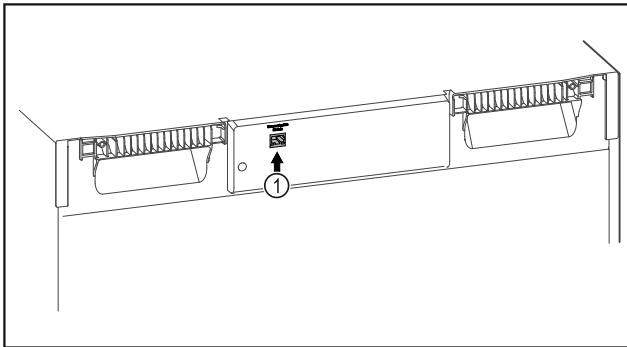

Fig. 138
- SmartModule Fig. 138 (1) установлен.